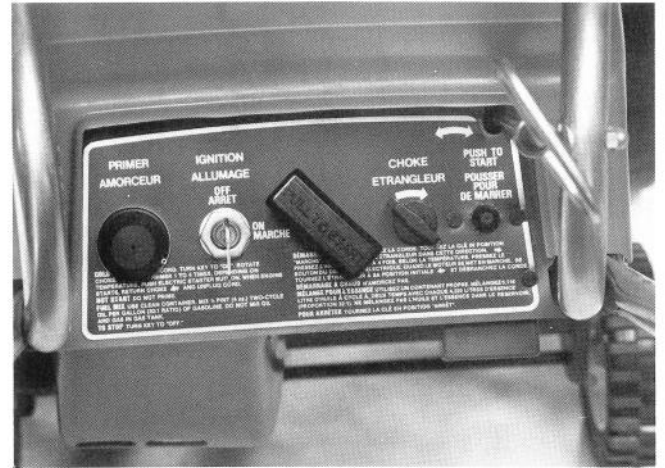

Figure 6
4. Fiche de démarrage électrique (Figure 6). Enfichez le cordon de rallonge électrique. Branchez l'autre bout à une prise de courant alternatif de 115V, pour fournir le courant pour le démarrage électrique.
5. Démarreur électrique (Figure 6) - Poussez le bouton du démarreur électrique pour mettre le moteur en marche.